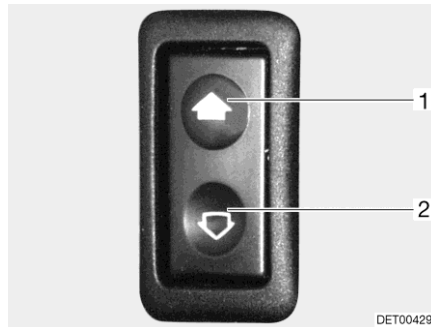

Fig. 40 Interrupteur pour lève-vitres électriques
- Ouvrir : ■ Appuyer sur la partie inférieure du commutateur (Fig. 40,2).
- Fermer : ■ Appuyer sur la partie supérieure du commutateur (Fig. 40,1).